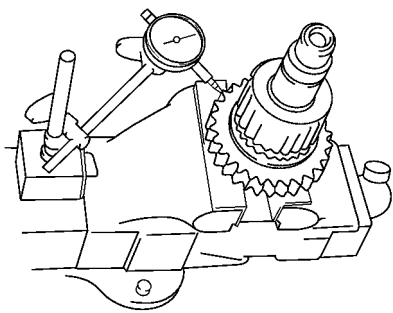

图 12-25 用千分表测量驱动链轮的游隙
(2) 检查驱动链轮的游隙。使用千分表测量链轮和装有滚针轴承的轴之间的游隙，如图 12-25 所示。